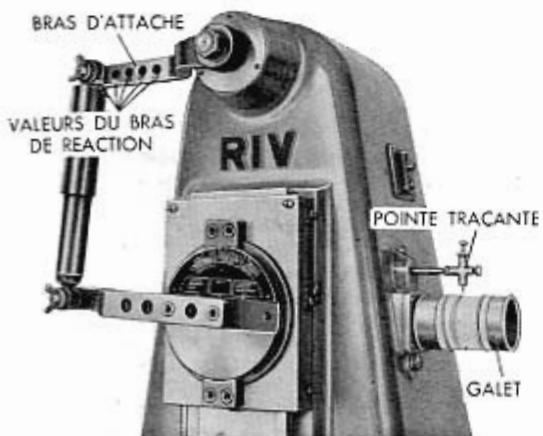

Fig. 263 - Détail supérieur de l'appareil A. 76003 pour essayer les amortisseurs.
a) Régler la longueur du bras de réaction à 250 mm (fig. 263).
c) Régler la distance entre les axes d'attache de l'amortisseur, en faisant coïncider les deux index avec les repères concernant l'amortisseur en essai, que l'on lit sur la plaquette appliquée au trainard de l'appareil (fig. 263).
Le tracé du diagramme ne doit être effectué que lorsque l'amortisseur a accompli 4 ou 5 cycles complets. Le diagramme de freinage est fait par la pointe traçante quand cette dernière est poussée en contact de la feuille du rouleau (fig. 263).